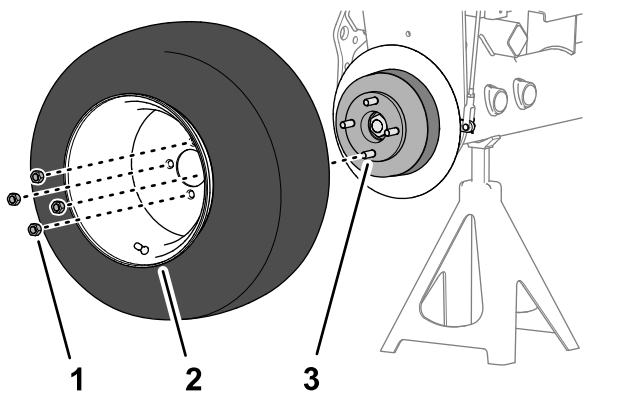

图 74
1. 用 4 个车轮螺母将车轮组装到轮毂上图 74 并用手拧紧。